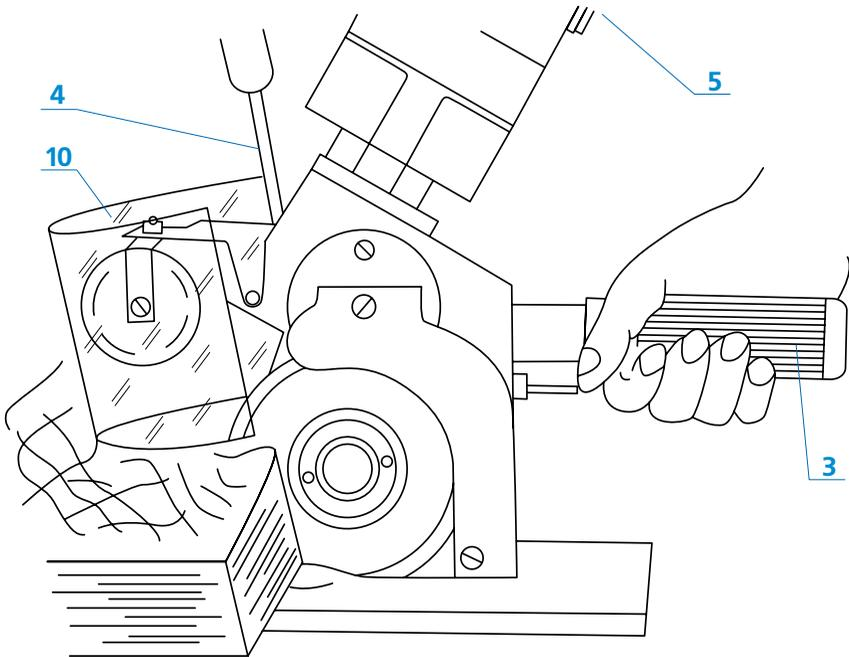

Рис. 2. Раскрой настила материала
Подготовленные для раскроя слои материала расположить на столе раскройной машины (рис. 2). Затем ручкой (4) поднять переднюю защиту (10) на высоту настила так, чтобы во время раскроя она скользила по поверхности материала.